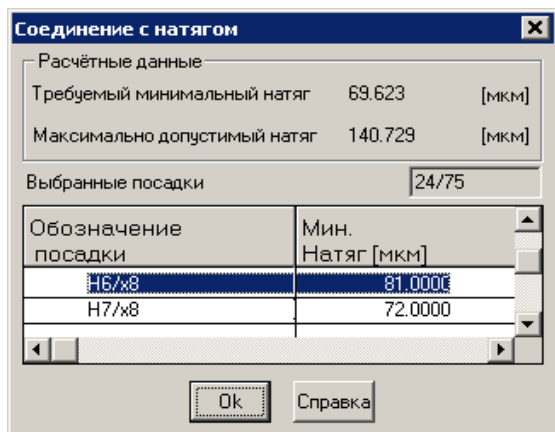

Рис. 5.6 Результаты расчёта цилиндрического соединения с натягом.
4) **Просмотр результатов расчета.** Для того чтобы просмотреть результаты расчетов используйте команду **Результаты**, которая выводит на экран диалоговое окно в зависимости от типа рассчитанного соединения. По мере необходимости результаты снабжены пояснительными схемами. Если результатом расчётов является набор некоторых данных, например, набор посадок, то в окне результатов выводится список этих данных (рис. 5.6). Для просмотра невидимых результатов используйте полосы прокрутки. Примеры окон результатов представлены на рис. 5.6 - 5.7.